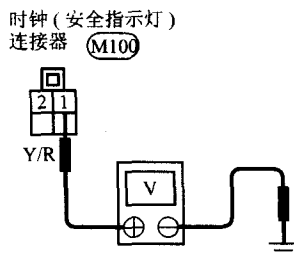

图 3-10 测量电压
①安装 10A 熔丝。
②使用 CONSULT - II 执行初始化。
③关闭点火开关。
④起动发动机, 然后关闭点火开关。
⑤检查安全指示灯的点亮情况, 安全指示灯应该点亮。
①断开安全指示灯连接器。
②如图 3-10 所示, 测量安全指示灯连接器端子 1 与搭铁之间的电压, 应为蓄电池电压。否则检查熔丝与安全指示灯之间的线束是否断路或短路。